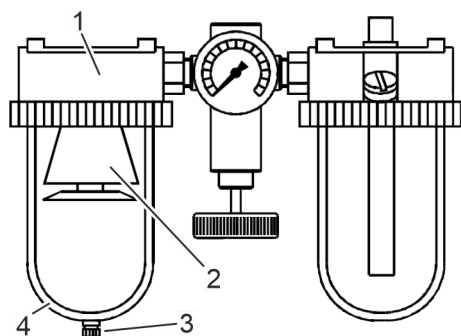

Fig. 14: Vandudskiller (filter)
1. ➔ Aftap kondensatet på vandudskilleren (Fig. 14/1).
2. ➔ Kontrollér filteret (Fig. 14/2) for tilsmudsninger. Rengør filteret med det samme i tilfælde af tilsmudsninger ↪ Kapitel 10.4 »Rengøring af filteret« på side 52.